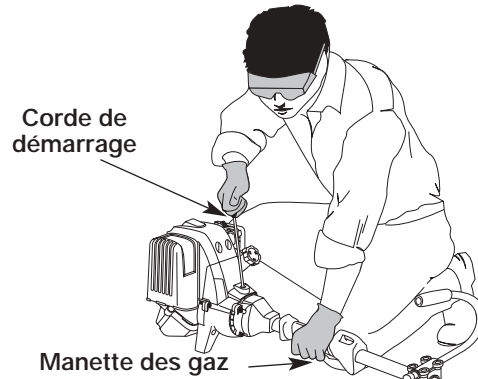

Figure 13
AVERTISSEMENT : évitez tout démarrage accidentel. Tenez-vous en position de démarrage lorsque vous tirez la corde de démarrage (Fig. 13). L'opérateur et l'appareil doivent tous deux être en position stable pour éviter des blessures graves.
5. L'appareil étant en position de démarrage (Fig. 13), tirez brusquement sur la corde jusqu'à ce que le moteur démarre.
1. Relâchez la manette des gaz (Fig. 13). Laissez le moteur se refroidir au ralenti.